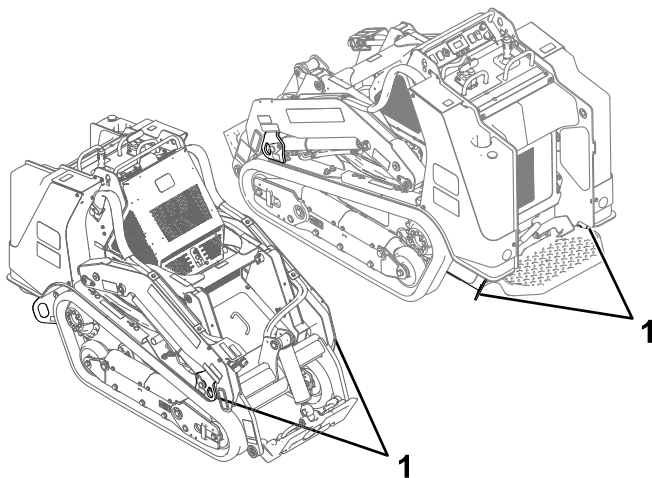

Figure 25
8. Servez-vous des points d'attache en métal de la machine pour l'arrimer solidement sur la remorque ou le véhicule de transport au moyen de sangles, chaînes, câbles ou cordes (Figure 25). Voir la réglementation locale concernant les exigences en matière d'arrimage.